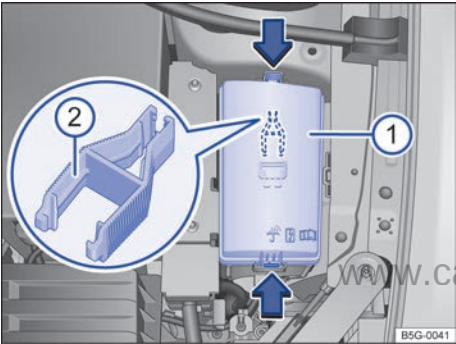

图 191 发动机舱内：保险丝盒盖板①，其上可能装有一塑料钳②
- 按箭头方向按压分离按钮 ⇒ 图 191 ① 即可松开保险丝盒盖板。